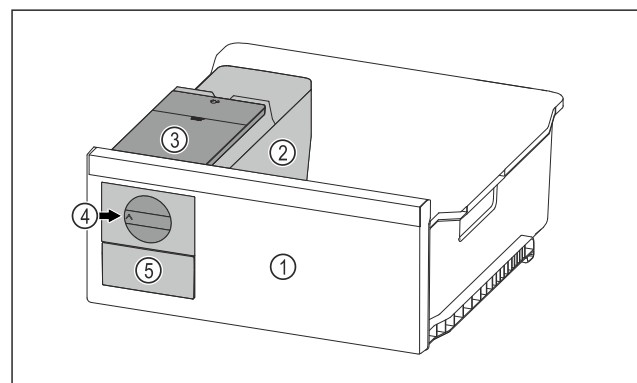

Fig. 70 Примерное изображение
- ▶ Поверните поворотную кнопку Fig. 70 (4) по часовой стрелке до упора.
- ▷ Кубики льда упадут из ванночки для кубиков льда в выдвижной ящик для кубиков льда Fig. 70 (5).